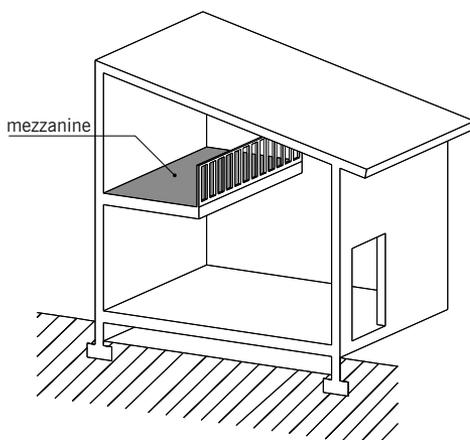

fig. 4.12
■ La **mezzanine** (fig. 4.12) : à l'origine, une mezzanine est un étage intermédiaire ménagé entre deux étages principaux. Par extension, de nos jours, ce mot désigne la portion de plancher, ouvert sur le niveau inférieur et dont le bord libre est équipé d'un garde-corps.